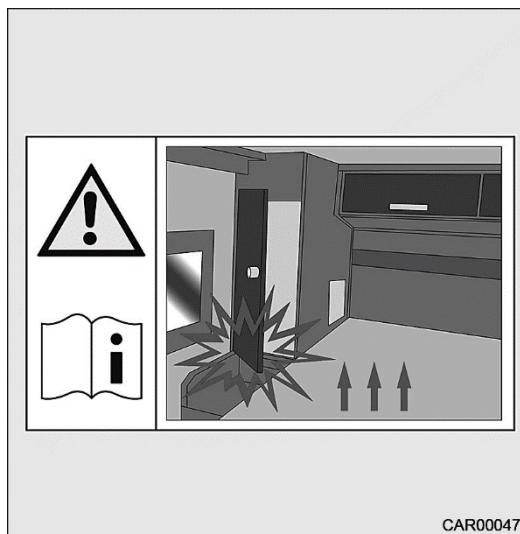

Fig. 82 Autocollant sur le placard
- Sur les véhicules avec garage à vélo électrique : fermer la penderie avant de charger le garage à vélo électrique. Sinon la porte de la penderie risque d'être endommagée. Observer ce qui est écrit sur l'autocollant (Fig. 82).